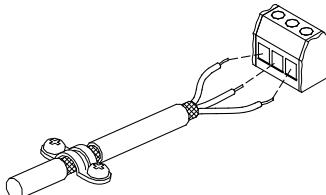

Рис. 10 Зачищенный кабель с экранирующей оплёткой и проводными соединениями
- Экрани кабелей подключаются к корпусу с обоих концов посредством правильно выполненных соединений. Экранирующие оплётки должны быть расположены максимально близко к клеммам. См. рис. 10.